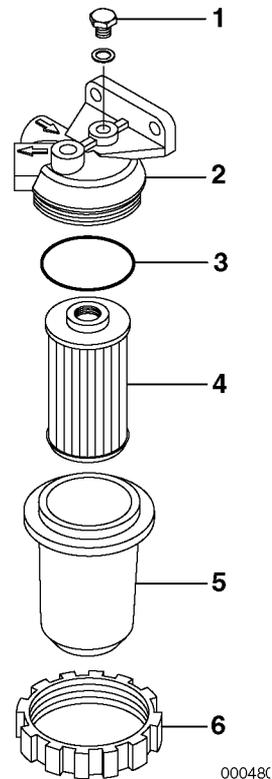

Abbildung 6
3. Lösen Sie den Stützring (**Abbildung 6, (6)**), nehmen Sie das Filtergehäuse ab (**Abbildung 6, (5)**) und lassen Sie Wasser und Ablagerungen aus dem Inneren ab.
4. Nach dem Ablassen Entlüftungsschraube (**Abbildung 6, (1)**) anziehen.